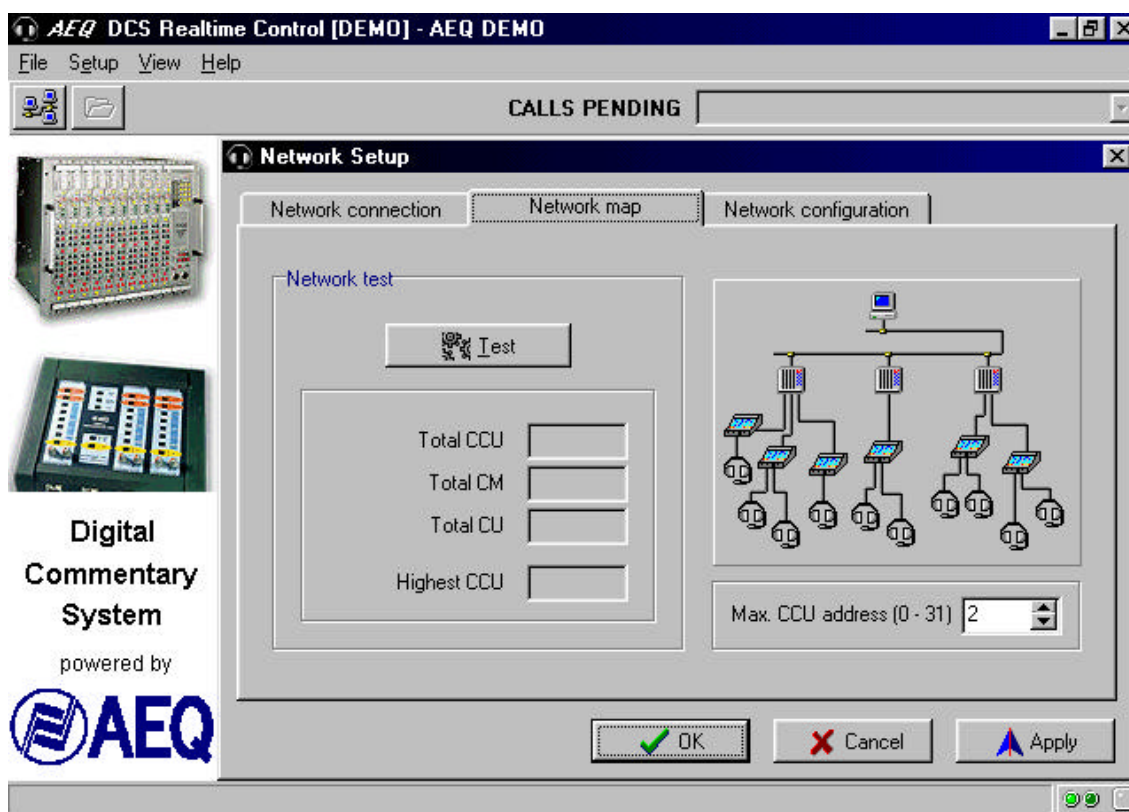

fig. 4.4.2.1.B Ventana del mapa de Red
Esta ventana permite escanear la red para determinar el número de Unidades de Control de Comentarista (CCU) y Unidades de Comentarista (CU) que están conectadas y operativas (ver fig. 4.4.2.1.B).